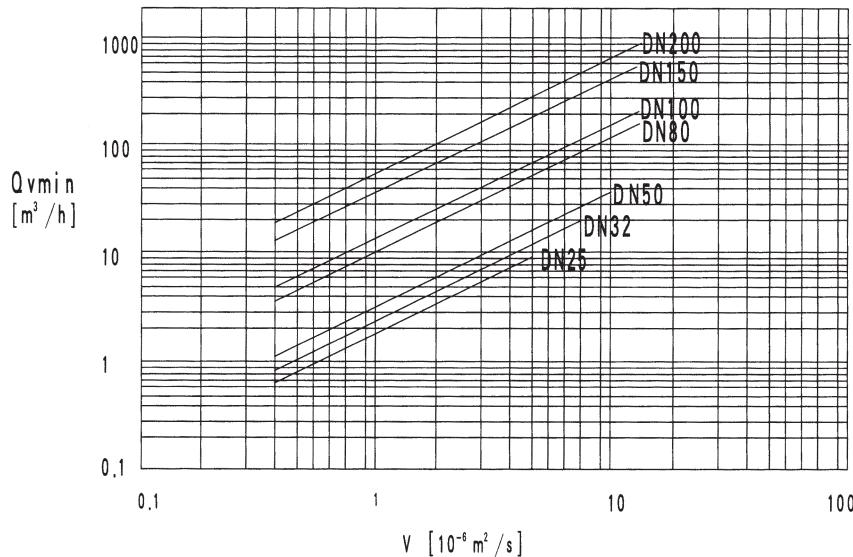

图 7 液体最小流量与运动粘度的关系
液体表可根据图 7 直接查表 2 选用,而气体表则应计算出工况状态的流量范围后根据图 8 查表 2 选用,测量饱和蒸汽时查表 3。
3) 最小流量:  $\rho = 8.886\text{kg/m}^3$  时查图7 得  $Q_{\min}=50\text{m}^3/\text{h}$ , 转换成标况流量: